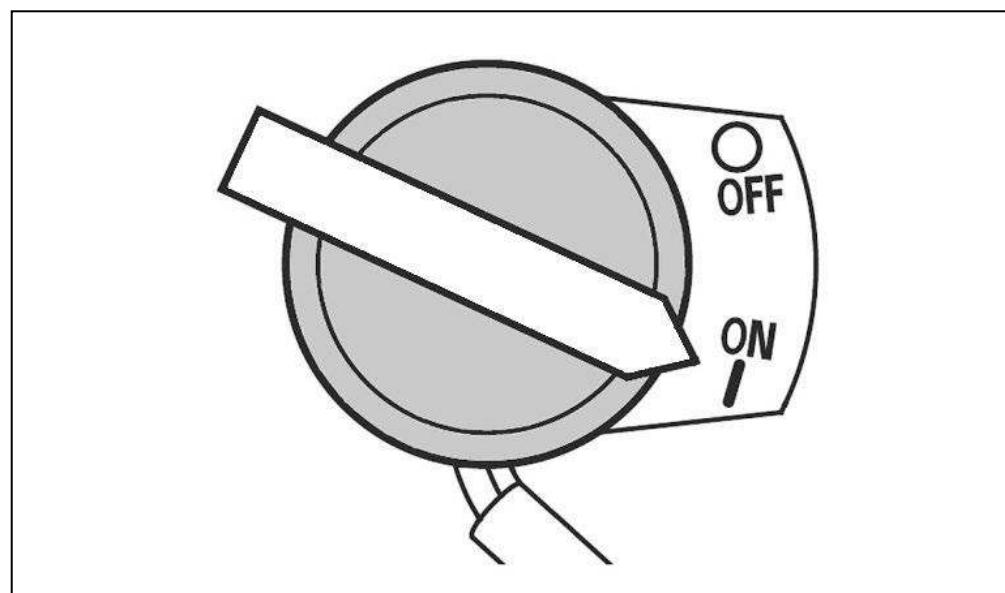

Рис. 13. Положения рычага газа.
5. Переведите выключатель зажигания в положение «ON» (Включено) (Рис. 13).
При возникновении непредвиденной ситуации в работе с виброплитой и срочной необходимости ее выключения переведите выключатель зажигания двигателя в положение «OFF» (Выключено) (Рис. 13).
4. Переведите выключатель зажигания в положение «OFF» (Выключено). (Рис. 13).